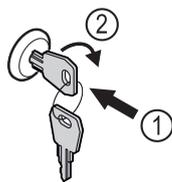

Fig. 157
- ▶ Insérer la clé Fig. 157 (1).
- ▶ Tourner la clé à 90° dans le sens horaire Fig. 157 (2).